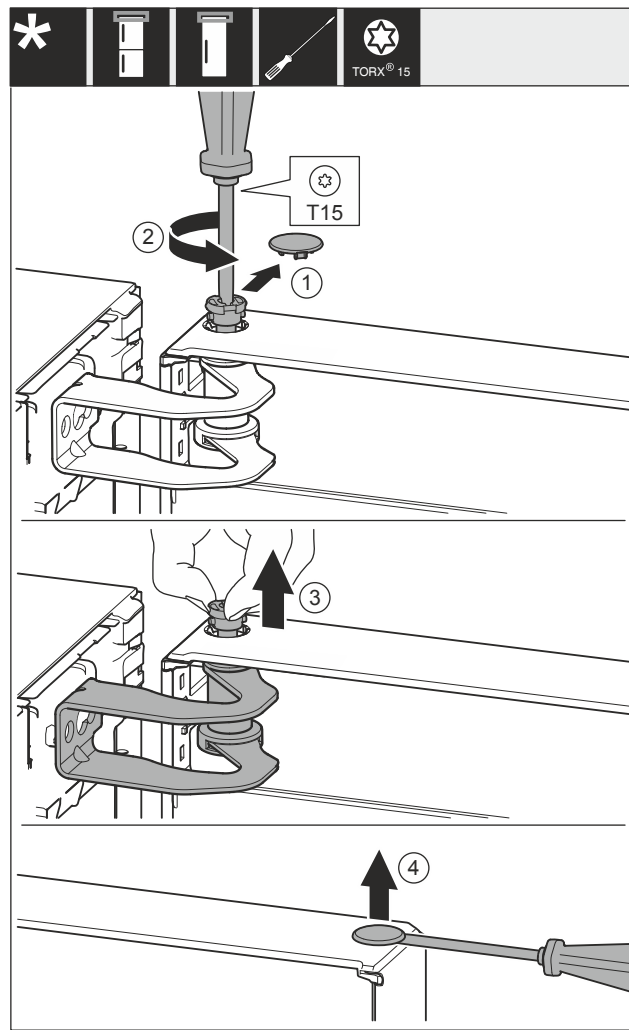

Fig. 29
- ▶ Îndepărtați capacul Fig. 29 (1) cu precauție.
- ▶ Extrageți puțin bolțul Fig. 29 (2) prin rotire cu șurubelnița.
- ▶ Extrageți bolțul Fig. 29 (3) cu degetele.
- ▶ Ridicați capacul Fig. 29 (4) cu precauție cu o șurubelniță și îndepărtați-l.